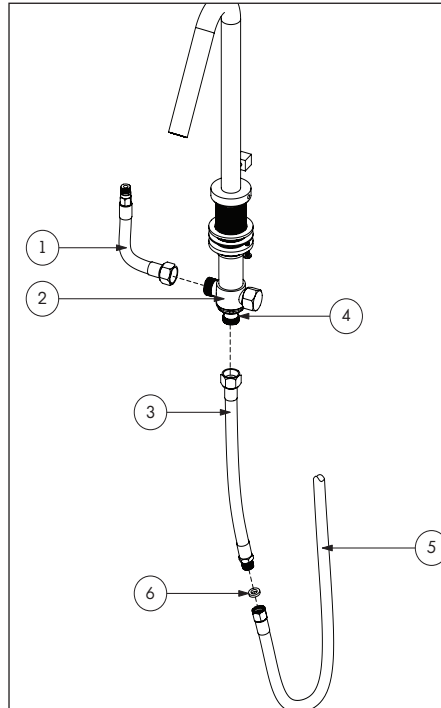

Fig.5
Screw the spout hose (1) to the "T" joint of the faucet base (2). Screw the hose extension of the handshower (3) at the base of the faucet (4). Place the washer (6), then connect the hose extension (3) to the handshower hose (5). Fig. 5.
Visser le boyau (1) au "T" joint de la base du robinet (2). Visser l'extension du boyau de la douchette (3) à la base du robinet (4). Placer la rondelle (6), ensuite connecter l'extension de boyau (3) sur le boyau de la douchette (5). Fig. 5.